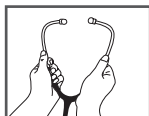

Fig. 1
2. Para reduzir a tensão da mola, segure cada haste auricular pelo arco e puxe suavemente para fora, conforme mostrado na Fig. 1.